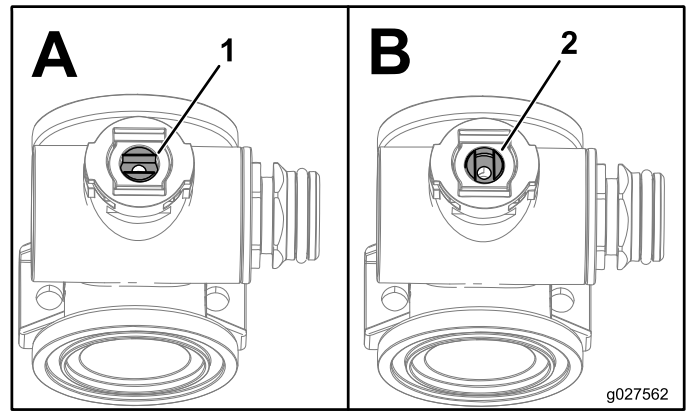

Рисунок 119
1. Расположите шток клапана таким образом, чтобы он был в закрытом положении (Рисунок 119 В).
3. Поверните шток клапана таким образом, чтобы шарик был в открытом положении (Рисунок 119А).
7. Поверните шток клапана в сборе таким образом, чтобы клапан был закрыт (Рисунок 119В).